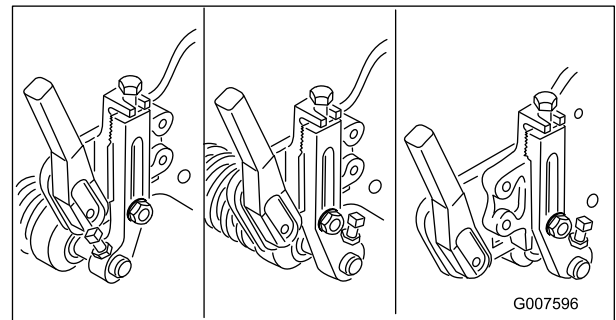

図 44
**注** 芝刈り作業の種類や好みにより、前ローラの取り付け方は、以下の3種類から選択します (図 44)。